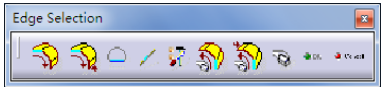

图 2-167 “Edge Selection”工具栏
1) “Edge Selection”工具栏。单击红色感应区，系统自动转换到图形区域并弹出“Edge Selection”工具栏。利用该工具栏可选择加工轮廓和毛坯边界，如图 2-167 所示。